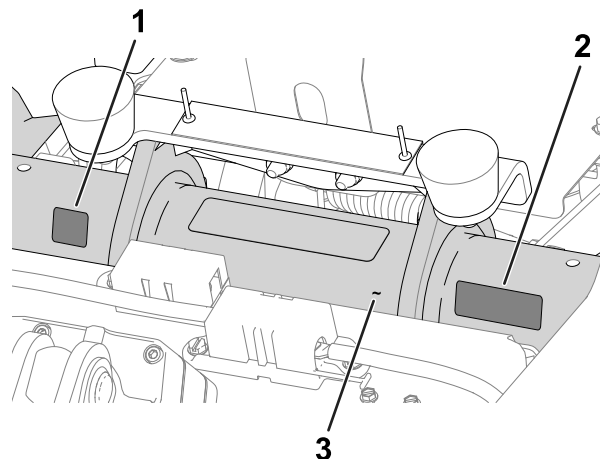

Figura 11
- **Autocolantul cu anul de fabricaie i autocolantul CE/UKCA:** aplicați autocolantele pe cadrul tubular, sub scaun i plăcuța cu numărul de serie; consultați Figura 11.